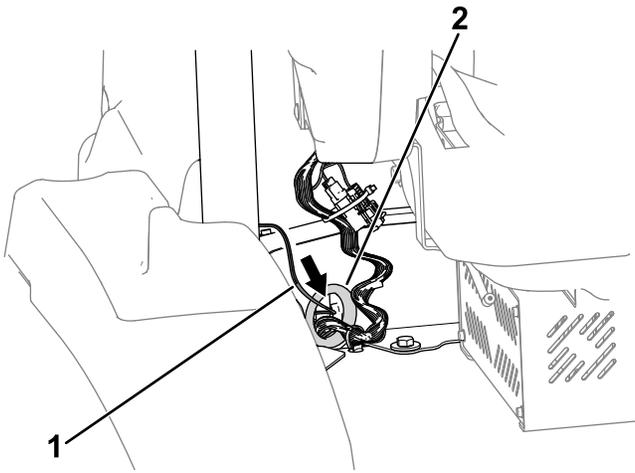

Figura 6
- Disponete l'estremità del cablaggio preassemblato identificata come P09 attraverso l'occhiello della piattaforma (Figura 6).